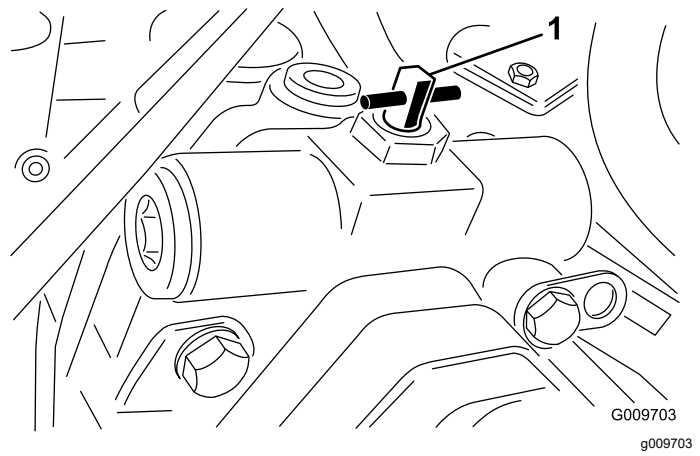

Figura 43
3. Gire la válvula de desvío 90° (¼ de vuelta) en cualquier sentido para abrirla y dejar pasar el fluido internamente (Figura 43).
2. Gire la válvula de desvío 90° (¼ de vuelta) en cualquier sentido para abrirla y dejar pasar el fluido internamente (Figura 43).